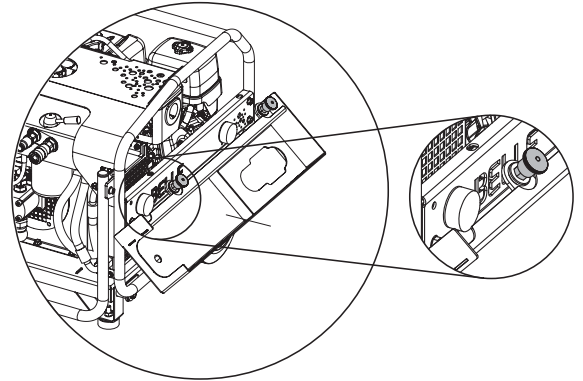

Abb. 3
4. Haken Sie den Werkzeugträgerflansch unter dem installierten Seitenschutz ein und fahren Sie beide Plunger ein (*siehe Abb. 3*).